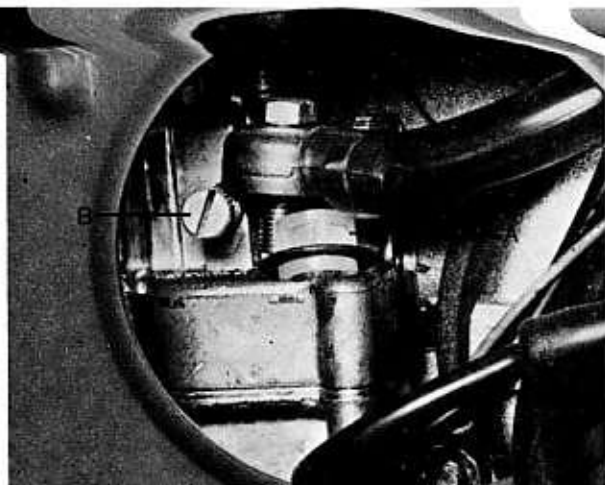

Bild 84 Lösen des Ringstutzens
- Am Modell Bravo die vier Befestigungsschrauben lösen und die obere Verkleidung abheben. Am Modell Ciao ist die Verkleidung mit einer einzigen Schraube befestigt. Die rechte Seitenverkleidung abnehmen und den Benzin Schlauch vom Vergaser lösen, entweder durch Abziehen vom Anschlussstutzen, oder indem der Ringstutzen vom Vergaser gelöst wird (Hohlschraube entfernen) (Bild 84). Vorher den Benzin hahn schliessen.